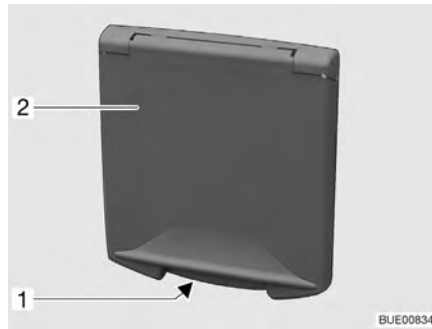

Bild 32 Trycklås servicelucka
- Stick in nyckeln i låscylindern i trycklåset (Bild 32,1) och vrid ett kvarts varv. Trycklåset är låst.